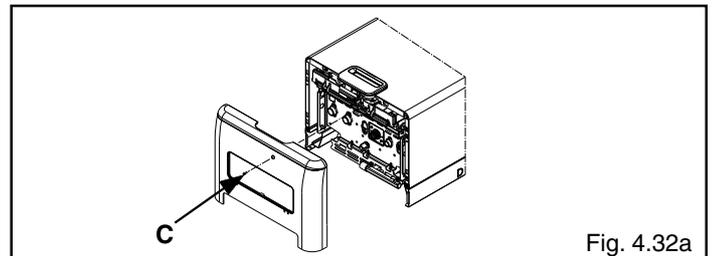

Fig. 4.32a
- Svitare la vite di fissaggio della copertura raccordi (C) (fig. 4.32a)